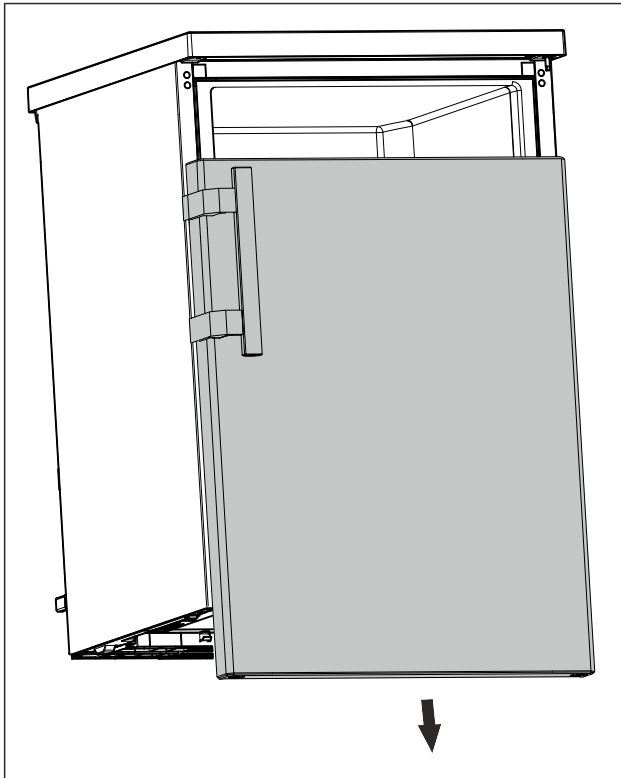

Fig. 9
- ▶ Vegye le lefelé az ajtót. (lásd Fig. 9)